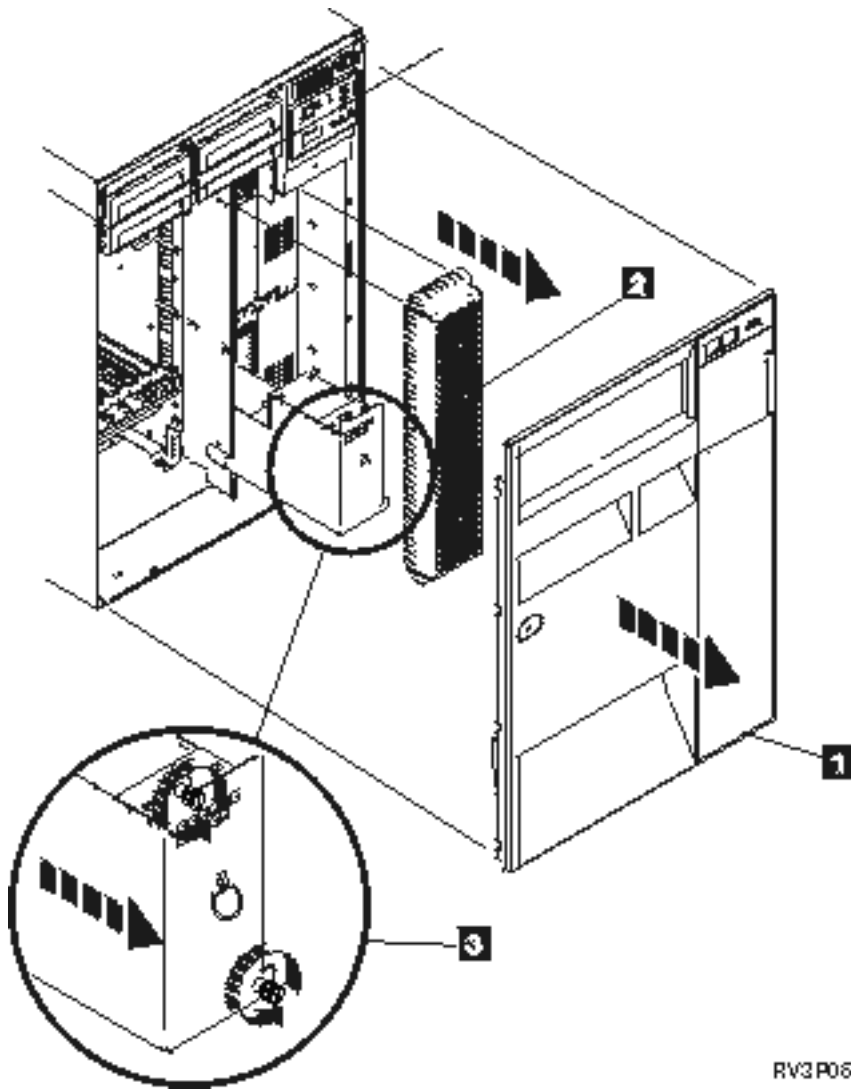

図 1. モデル 5xx および拡張装置 FC 507x と FC 508x におけるバッテリー電源装置の取り外し
2. 正面のカバーを外します (図 1 の 1 を参照)。
3. スクリーンを引き出しながら持ち上げて取り外します (図 1 の 2 を参照)。
5. ねじを緩め、両手を使ってバッテリー電源装置 (図 1 の 3 を参照) を引き出します。